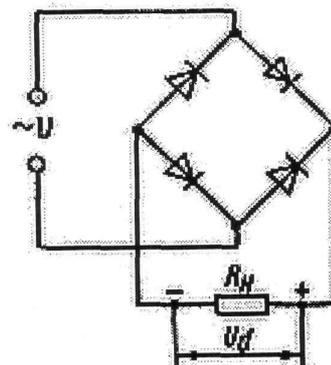

Рис. 1
4. Составляем схему мостового выпрямителя (рис.1). В этой схеме каждый из диодов имеет параметры диода КД202Н: $I_{доп} = 1 А$, $U_{обр} = 500 В$.